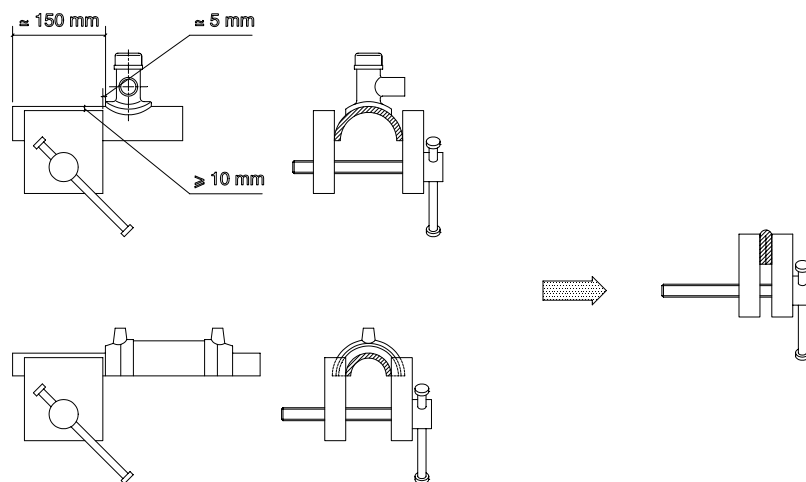

Figura 1 - Ensaio de resistência coesiva
4.2 Posicionar o corpo-de-prova no equipamento de compressão de tal forma que a carga de compressão seja aplicada em um plano paralelo àquele em que o tubo foi cortado, e com as garras encostadas na conexão. O eixo de aplicação da carga deve estar contido no plano de corte do corpo-de-prova e ser perpendicular ao eixo do tubo, conforme Figura 1.